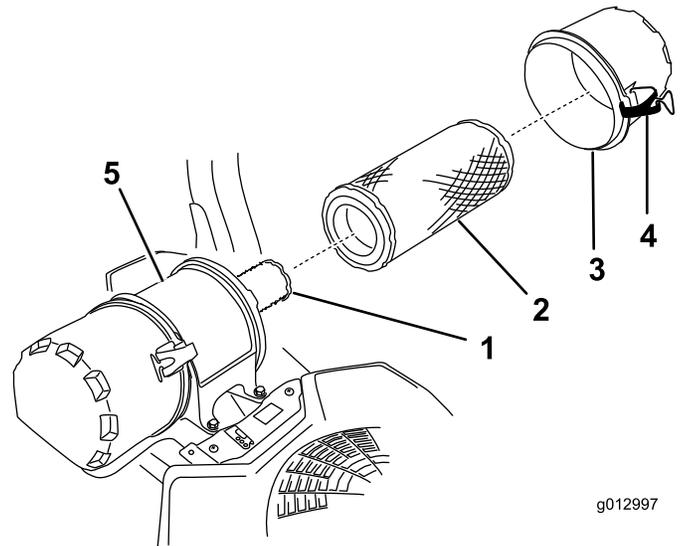

Figure 34
6. Ouvrez les dispositifs de verrouillage du filtre à air et détachez le couvercle du boîtier du filtre (Figure 34).
8. Sortez le préfiltre du boîtier du filtre avec précaution (Figure 34).
- Si vous remplacez l'élément intérieur, insérez-le avec précaution dans le boîtier du filtre (Figure 34).
- Placez ensuite le préfiltre sur l'élément intérieur avec le même soin (Figure 34).
- Remettez en place et verrouillez le couvercle du filtre à air (Figure 34).